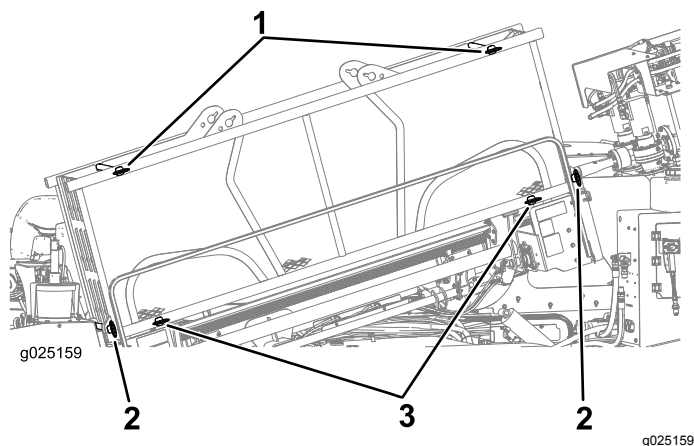

Figure 38
2. Vérifiez que les goupilles avant et arrière supérieures et inférieures du porte-tiges sont en place (Figure 38).